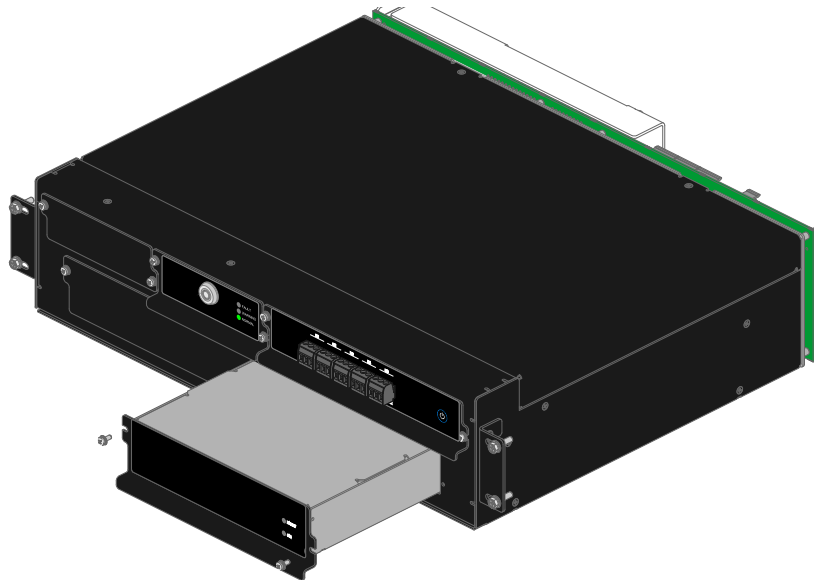

Figura 8.7: Cambio del módulo de protecciones y fuente del módulo de gerenciamiento
- Para retirada do módulo, é necessário retirar os dois parafusos M3 de fixação, como mostrado na Figura 8.7 en la pagina 8-5. En este módulo no existe dispositivo de bloqueo hotswap, por lo que los pasos anteriores deben ser seguidos rigurosamente para no afectar el funcionamiento del producto.